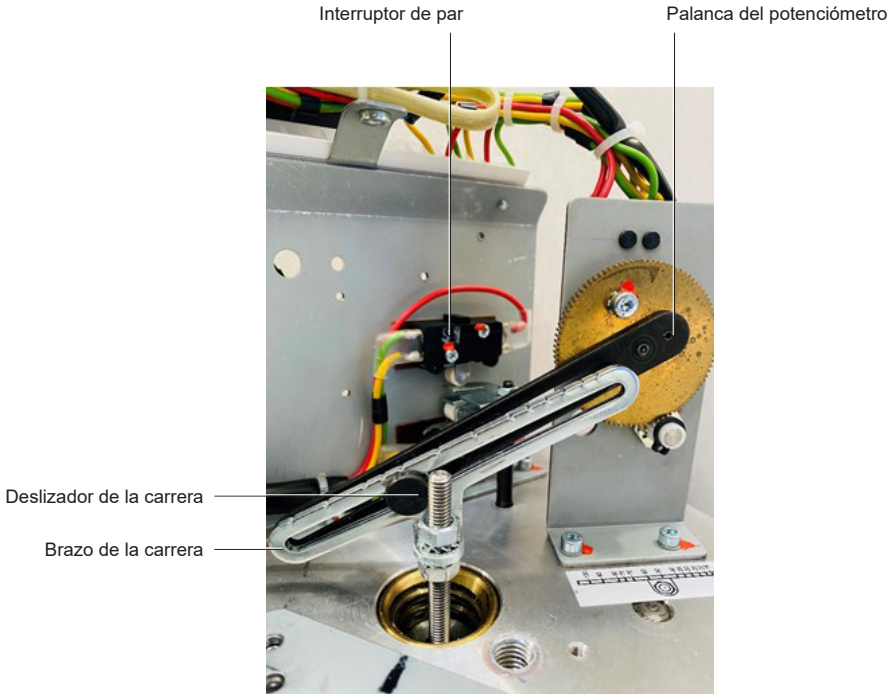

Fig. 30 Disposición del brazo de la carrera del AEL7 de 8 kN+
La carrera física del actuador de la serie AEL7 de 8 kN+ se puede ajustar con precisión para adaptarse a la carrera de la válvula, por ejemplo, cuando el empuje del actuador podría dañar la válvula. Este se controla mediante el interruptor dependiente de la carrera S3. Un aumento o una reducción de la carrera afectará a la resolución del potenciómetro. La seguridad de que se mantiene la resolución del potenciómetro se controla mediante el brazo de la carrera y el deslizador de la carrera (Fig. 30).
- El brazo de la carrera y la palanca del potenciómetro deberán estar paralelos (Fig. 30)